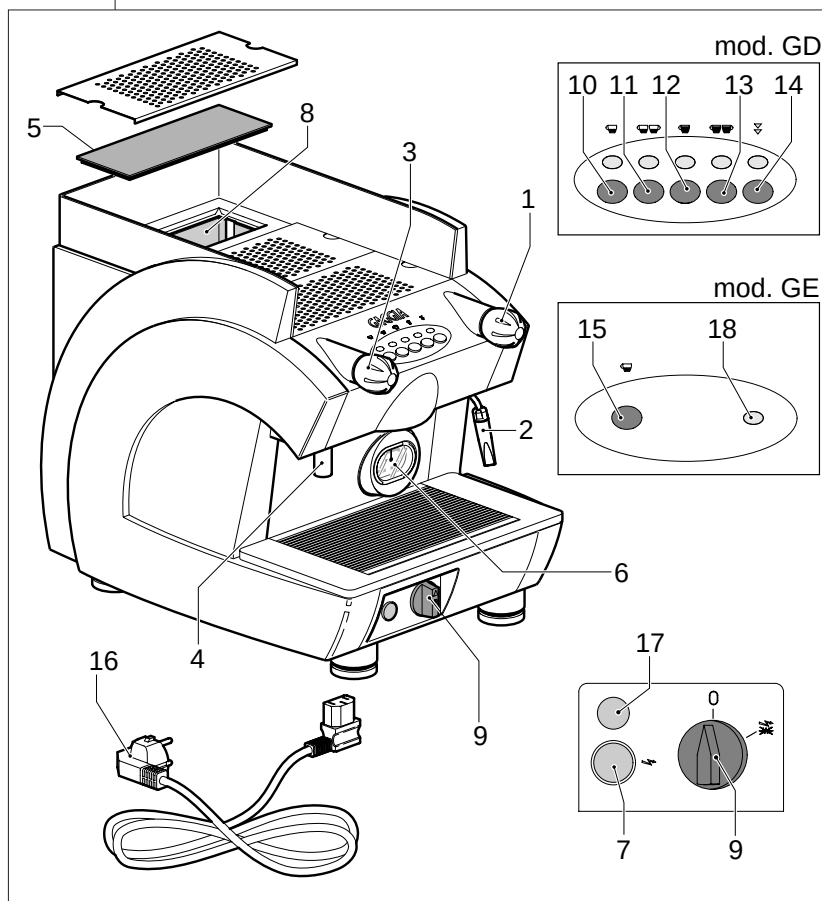

Fig.6.01
NOTA En caso de falta de agua, en las máquinas mod. GE se enciende la luz testigo (Fig.6.01 - pos.17).
Dicha operación, sólo durante la primera carga, puede tardar un plazo bastante largo y determinar el bloqueo de la máquina; en ese caso, es necesario apagar la máquina y encenderla de nuevo, actuando en el interruptor general (Fig.6.01-pos.9).
- Luego esperen hasta que la máquina alcance la presión de ejercicio "1,2 - 1,3 BAR" controlando en el manómetro (Fig.6.01-pos.6) la presión de la caldera.
- Pongan una o dos tazas debajo del portafiltro (Fig.8.01), pulsen el interruptor café (Fig. 6.01-pos. **15** para mod. GE o teclado para mod. GD) el café empieza a salir.